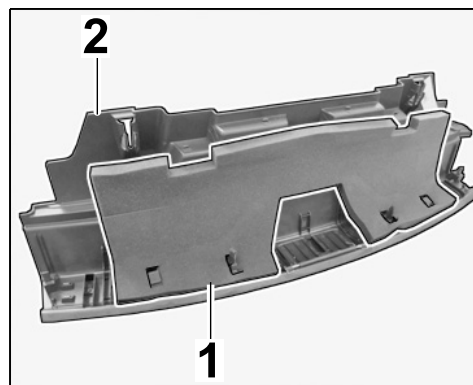

Рис. 26
- 4.1.1 Снять изоляционный материал с наклейки замковой панели (⇒ Рис. 26).